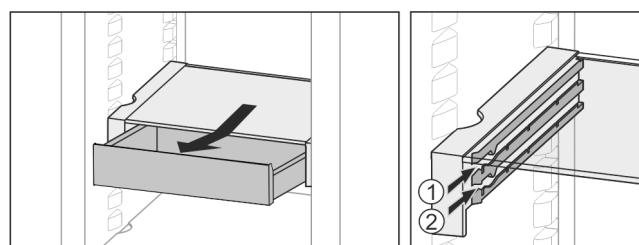

Fig. 25
► На любой высоте Fig. 25 (1) или Fig. 25 (2) вставить.